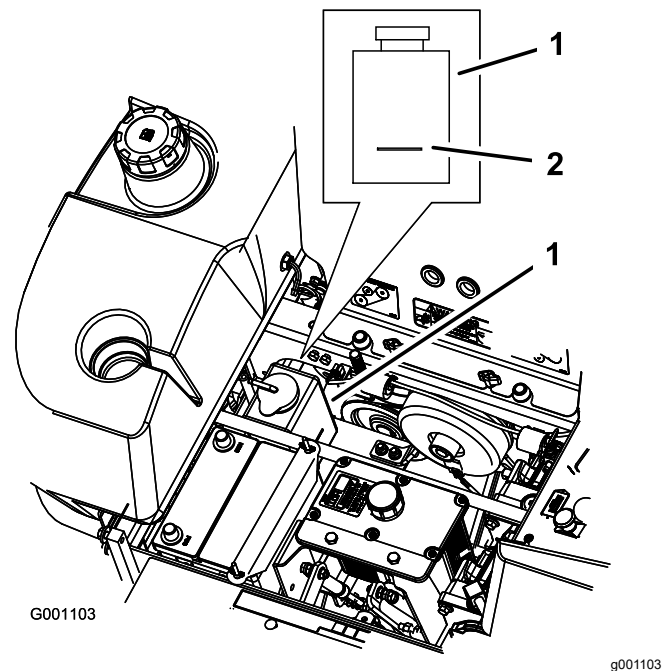

Figura 79
4. A motore freddo, controllate il livello della bottiglia di troppopieno. Il fluido deve raggiungere la sporgenza all'esterno della bottiglia di troppopieno (Figura 79).
5. Se il livello del refrigerante è basso, rabboccate la bottiglia di troppopieno con una miscela di 50% antigelo a lunga durata/DexCool® e 50% acqua (Figura 79).
6. Versate la miscela refrigerante 50/50 nella bottiglia di troppopieno e riempite fino alla linea tracciata sulla bottiglia (Figura 79).